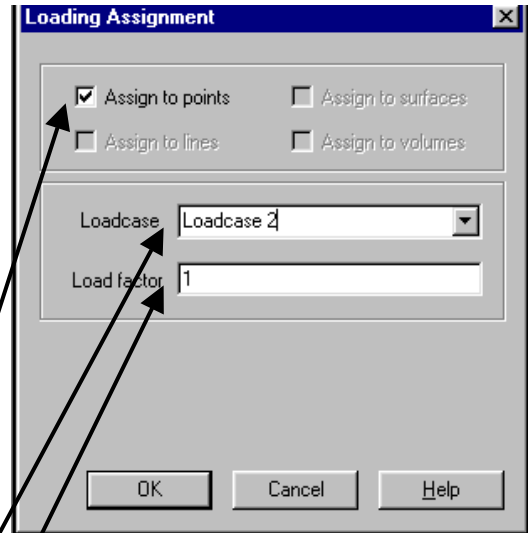

Fig. 41
- în caseta de dialog care apare pe ecran vă asigurați că încărcarea este atribuită la nod în cazul 2 de încărcare (**Loadcase 2**) și cu factorul **1** de multiplicare (fig. 41)